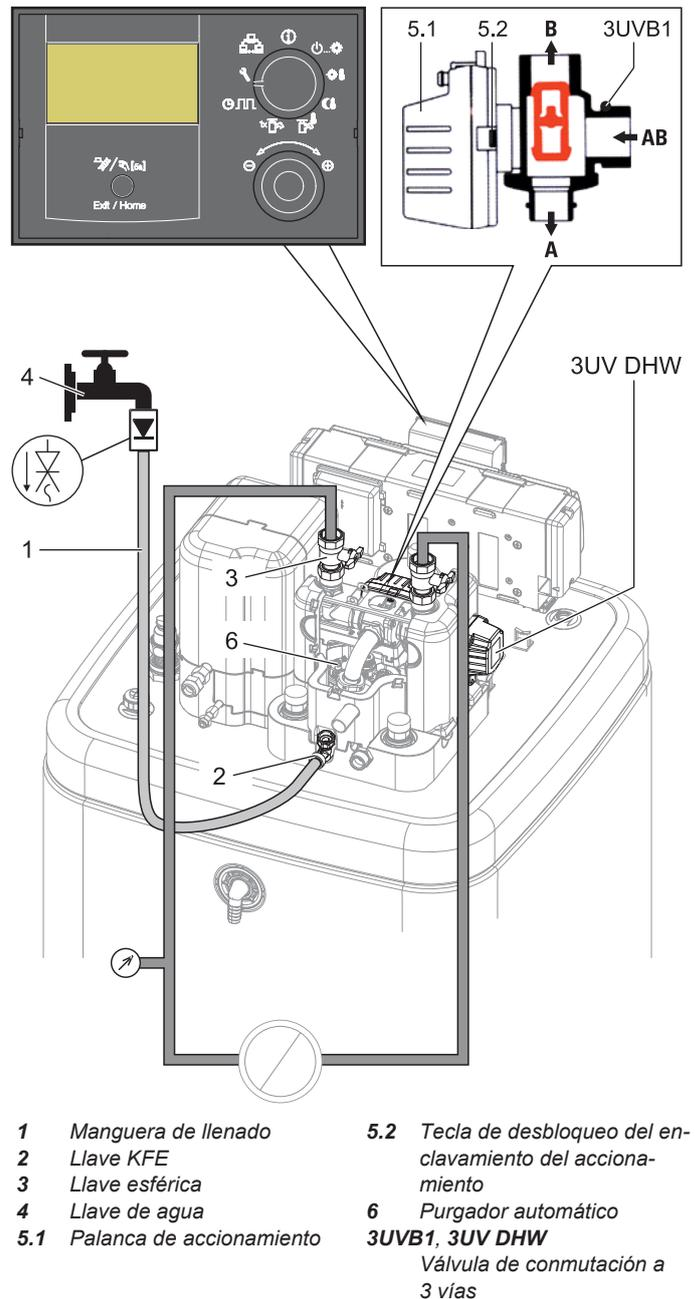

Fig. 7-2 Llenar el circuito de calefacción
1. Conectar la manguera de llenado (fig. 7-2, pos. 1) con dispositivo anti-retorno (1/2") mediante un manómetro externo (a cargo del propietario) a la llave KFE (fig. 7-2, pos. 2) y asegurarla mediante una abrazadera para evitar su deslizamiento.
3. Abrir la llave de agua (fig. 7-2, pos. 4) de la línea de admisión.
4. Abrir la válvula de llenado y vaciado (2 ref.) (fig. 7-2, pos. 2) y observar el manómetro.
7. Cerrar la llave de agua (fig. 7-2, pos. 4). La llave KFE debe permanecer abierta para poder leer la presión del agua en el manómetro externo.
10. Durante el modo de calentamiento de agua, compruebe constantemente la presión de agua en el manómetro externo y, en caso necesario, rellene de agua mediante la llave KFE (fig. 7-2, pos. 2).
12. Compruebe nuevamente la presión de agua en el manómetro externo y, en caso necesario, rellene de agua mediante la llave KFE (fig. 7-2, pos. 2).
13. Retire la manguera de carga (fig. 7-2, pos. 1) (fig. 7-2, pos 1) con un dispositivo antirretorno del grifo KFE (fig. 7-2, pos. 2).